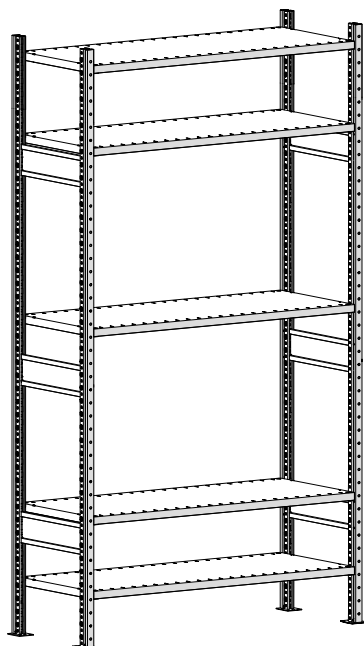

Рисунок 7 — Установка оставшихся полок
7. Установить остальные полки, руководствуясь схемой расположения ярусов (рис. 7).